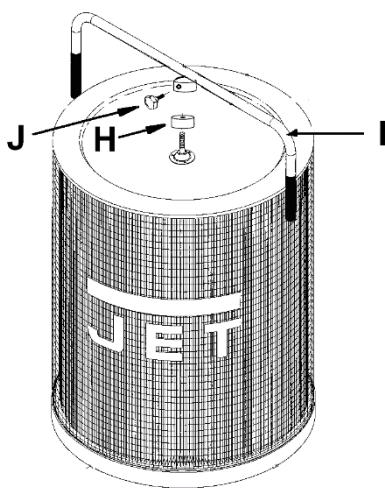

Рис. 10A
Прикрутите рукоятку (I, Рис. 10A) винтом (J) с шайбой (H).